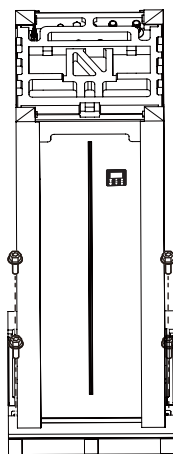

рис. 2-3
- Удалите 4 винта крепления деревянного основания (см. рис. 2-3).